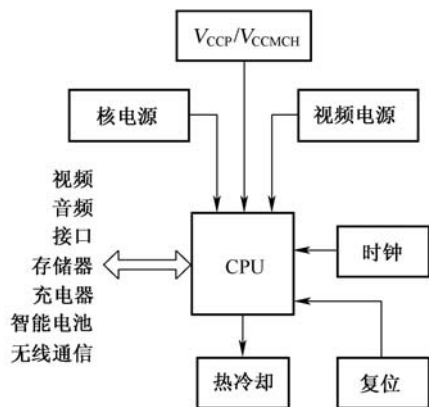

图 6-5 CPU 方框图
2) CPU 工作电路框图: CPU 是主板第一核心元件, CPU 工作电路的作用是保证 CPU 正常工作, 控制高速设备及数据交换。CPU 工作电路以 CPU 为核心, 充电器选择电路、核电源电路、热冷却(散热)电路、电池组、时钟信号和复位信号均为 CPU 工作创造工作条件, 接口电路、视频电路、音频电路、存储器、无线上网和北桥与 CPU 进行数据交换, 如图 6-5 所示。